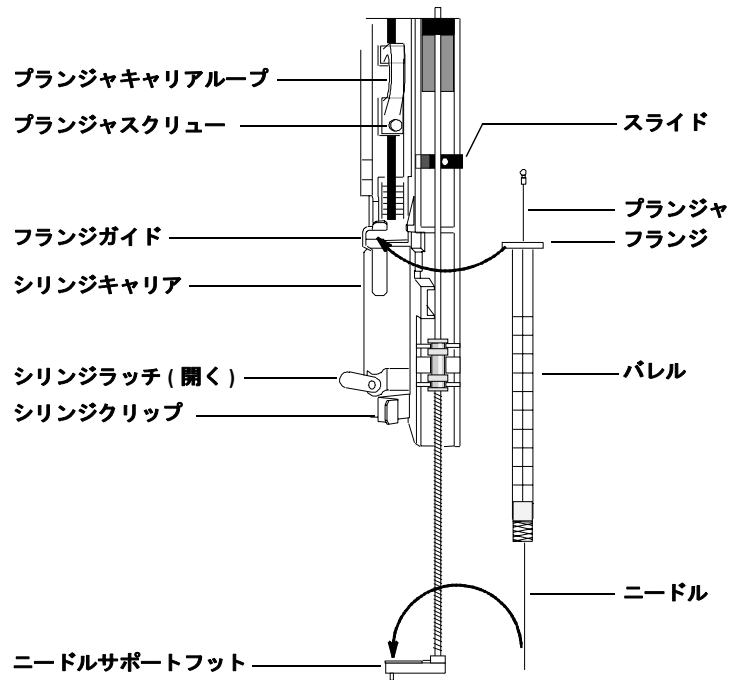

図41 シリンジを取り付ける
シリンジを取り付けるには(図41)
- 2 シリンジが取り付けられる位置になるまで、シリンジキャリッジを上(または下)にスライドさせます。図41を参照してください。